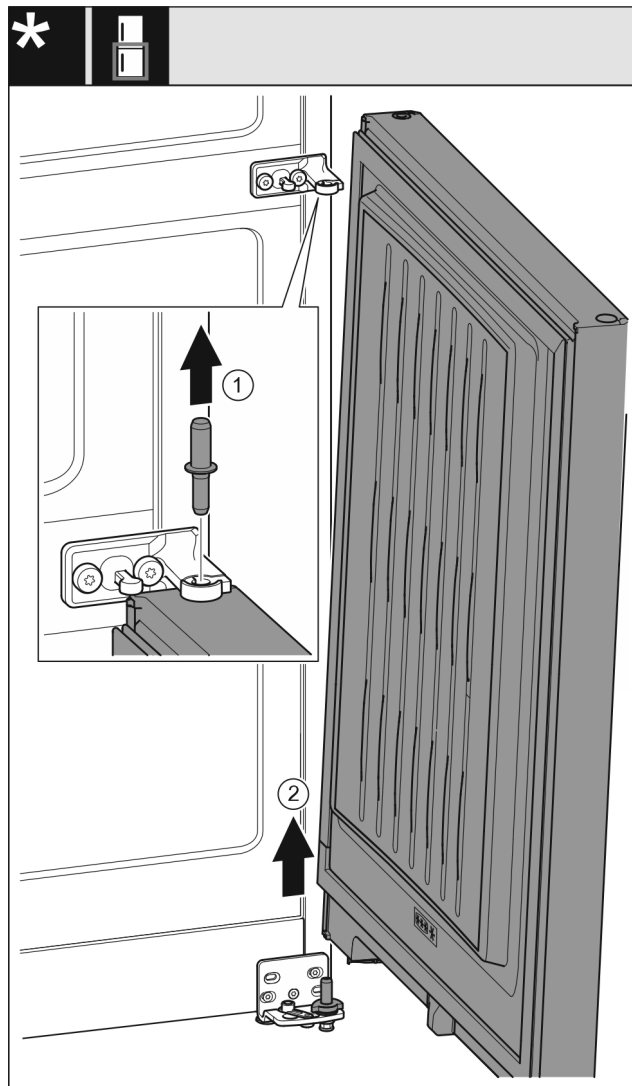

Fig. 31 Fără amortizor de închidere*
- Extrageți în sus bolțul Fig. 31 (1)*
- Pivotați ușa Fig. 31 (2) în exterior, trageți în sus și așezați-o în lateral.*